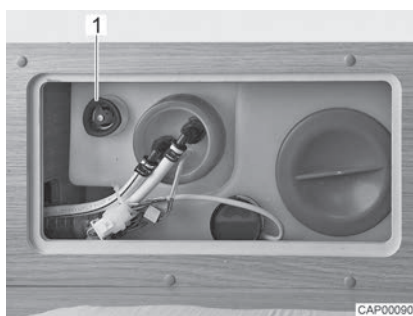

Fig. 74 Réservoir d'eau avec poignée tournante
- Faire tourner à fond dans le sens des aiguilles d'une montre la poignée tournante (Fig. 74,1) située sur le réservoir d'eau.
- Faire tourner la poignée tournante (Fig. 74,1) située sur le réservoir d'eau dans le sens inverse des aiguilles d'une montre jusqu'à ressentir une résistance. L'eau s'écoule, env. 20 litres restent.